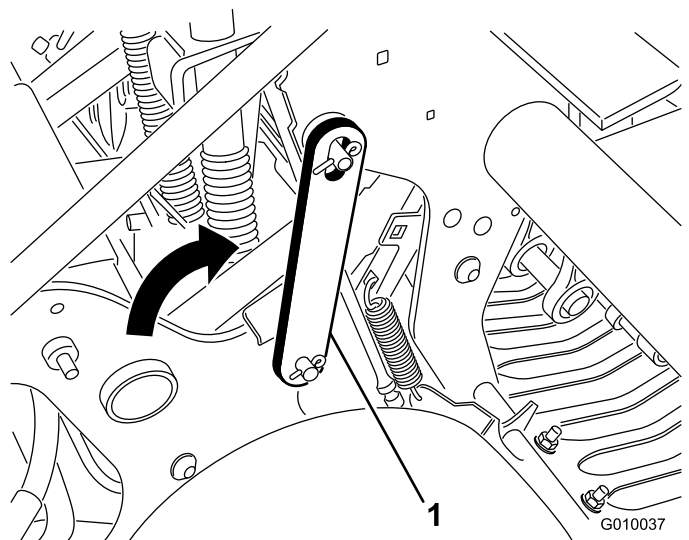

Figura 19
4. Pivotați spre spate elementul de blocare de service și introduceți-l pe tiftul capului de carotaj (Figura 19). Fixați elementul de blocare cu clema arc.